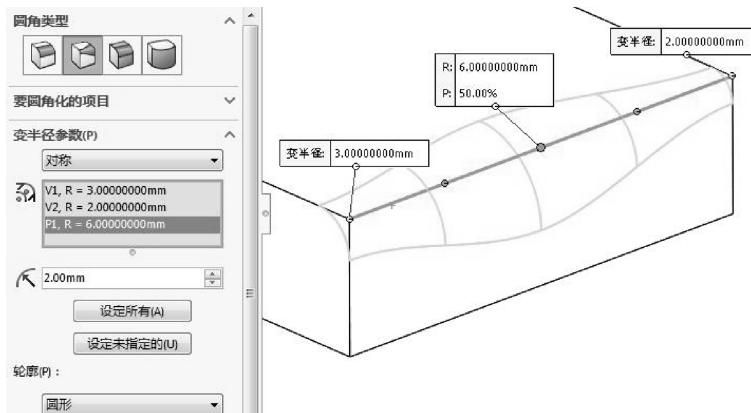

图 3-75 创建变量大小圆角
- 变量大小圆角：创建变量大小圆角时，在选择进行圆角操作的棱边后，在倒圆边上激活要变半径的点，在弹出的选项框中直接输入该点的半径，如图 3-75 所示。